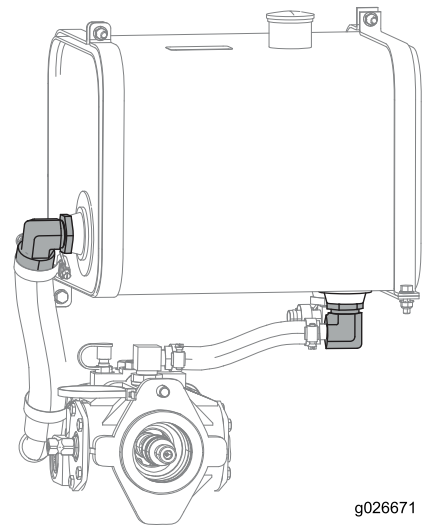

Рисунок 46
10. Снимите коленчатые переходные патрубки, снимите и очистите сетчатые фильтры сжатым воздухом (**Рисунок 46**).